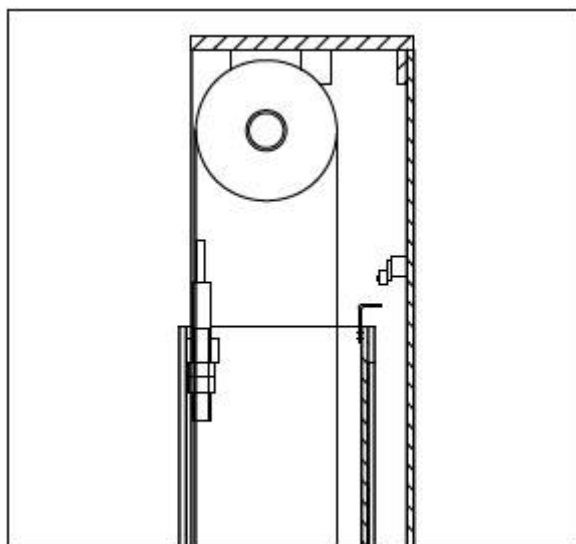

Рис. 14
- ◆ При превышении максимальной высоты подъема, сработает устройство (выключатель) ограничения хода (Рис.14).
- ◆ Если движение выходит за рамки возможной дистанции, в верхней части командной стойки находится концевой переключатель, который обычно приводится в действие рычагом (Рис. 14). на командной панели каретки. В случае несрабатывания первого концевого переключателя, через 2 секунды движение каретки остановит второй.